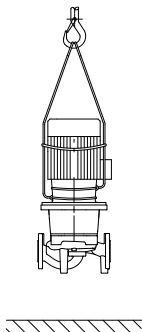

Fig. 34: Trasporto della pompa
- Gli occhioni per il trasporto sul motore servono solo per introdurre le cinghie durante il sollevamento (Fig. 34).